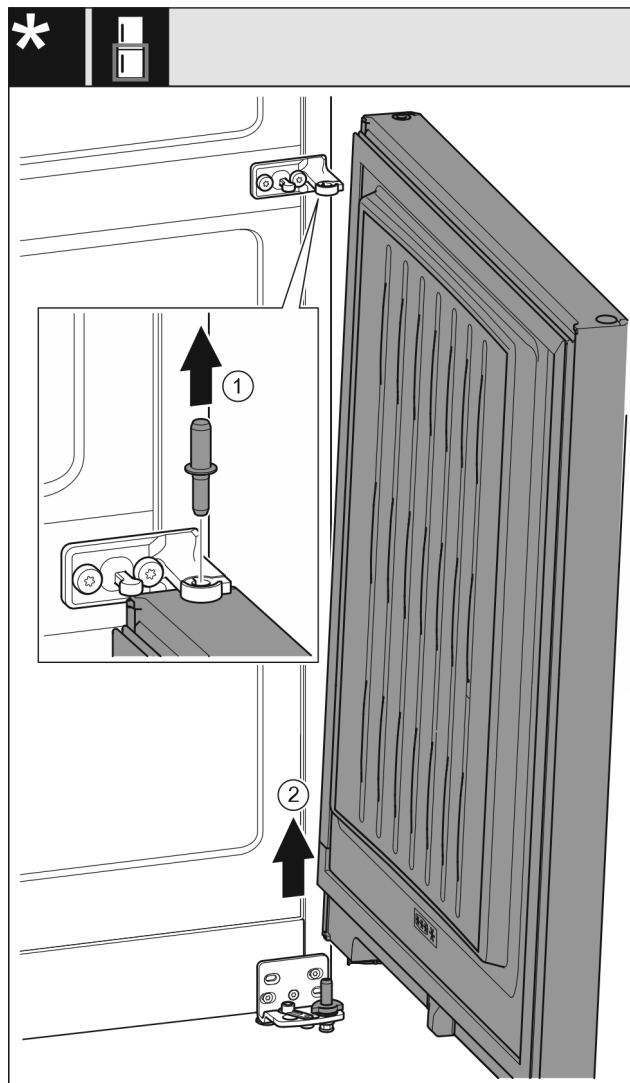

Fig. 8
- ▶ Ištraukite kaiščius į viršų. Fig. 8 (1)
- ▶ Pasukite duris, ištraukite jas į viršų ir pastatykite į šoną. Fig. 8 (2)